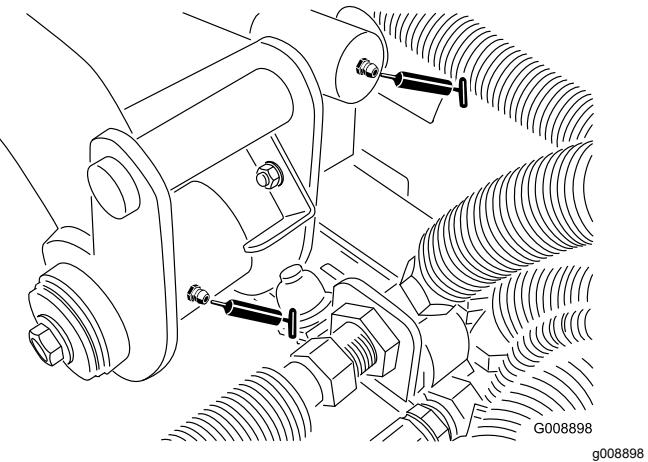

Figura 41
- Pivote y cilindro de elevación del brazo de elevación trasero (2) (Figura 41)